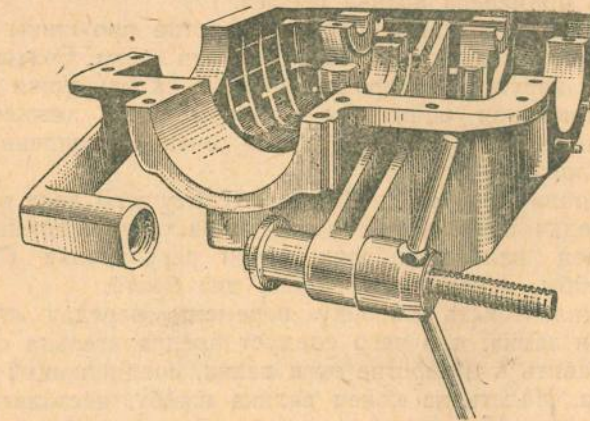

Рис. 119. Запрессовка втулки в кронштейн картера коробки перемены передач
35. Заправить свинцовым молотом в отверстия двух кронштейнов крышки картера и посадить при помощи затяжного винта (рис. 119) три бронзовые втулки. Калибровать специальной разверткой отверстия двух втулок на диаметр $42A+0,027$ мм и на совмещение осей.